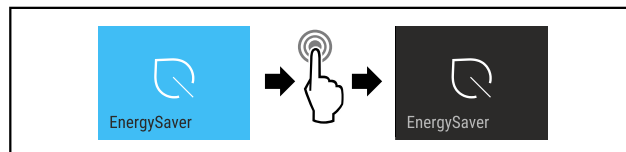

Fig. 15
- ▶ Провести етапи операцій (див. Fig. 15) .